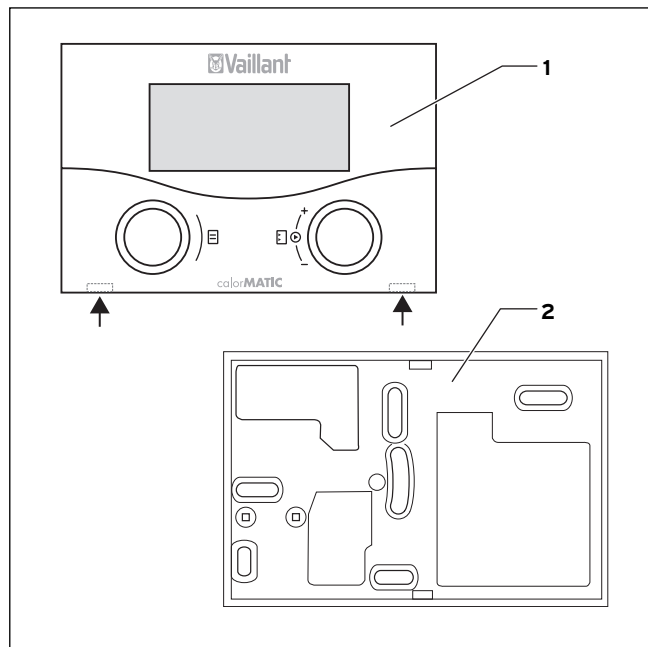

Рис. 5.1 Снятие calorMATIC 430f
⇒ Извлеките регулятор (1) из настенного цоколя (2). Для этого введите отвертку в обе защелкивающиеся накладки (см. стрелки на рис. 5.1).